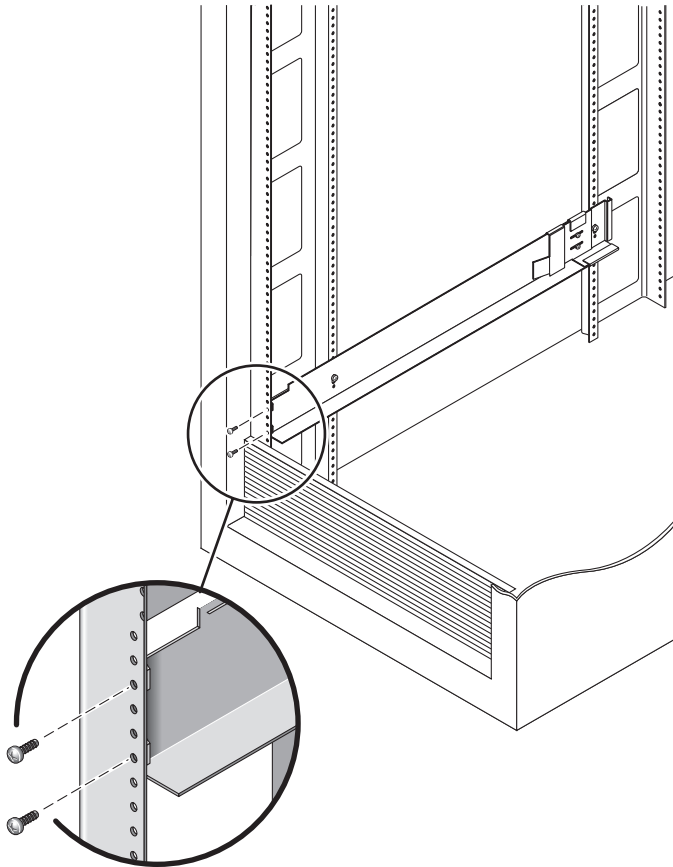

FIGURE 2-5 Fixation du rail gauche à l'avant de l'armoire
9. À l'aide d'un tournevis cruciforme n°2, insérez deux vis 8-32 à l'avant du rail gauche pour fixer le rail à l'avant de l'armoire (FIGURE 2-5). Répétez l'opération pour le rail droit.